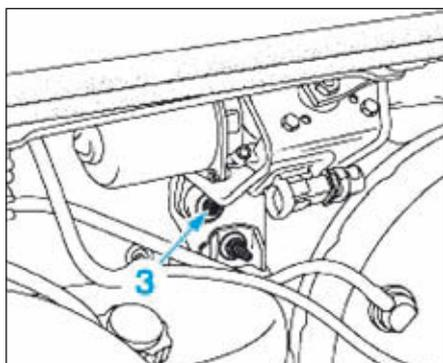

FIG.79
- Déposer la vis de fixation (3) (Fig.79) du mécanisme.